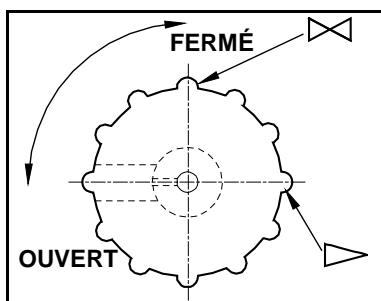

Fig. 20 : Bouton de commande de lest d'air
- i** Une vanne de lest d'air ouverte diminue le vide limite atteignable. Le lest d'air peut être réglé à l'aide du bouton de commande (voir Fig. 20).